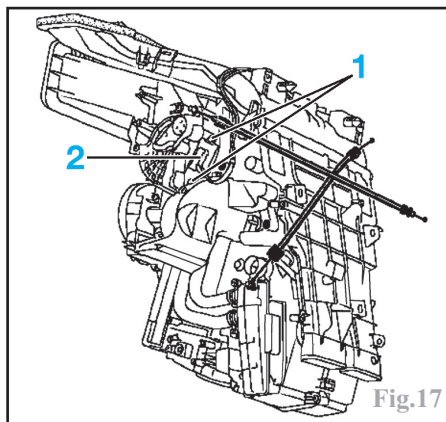

Fig.17
- les vis de fixation (1) du bloc de résistances (Fig.17).